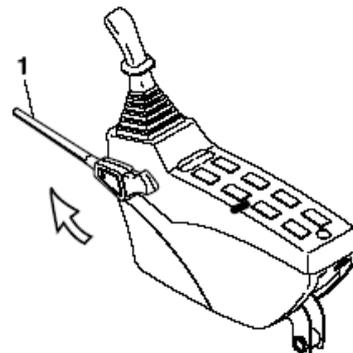

Рис. 18
3. Установить рычаг блокировки в разблокированное положение (1, рис. 18) в положение (**UNLOCK**).